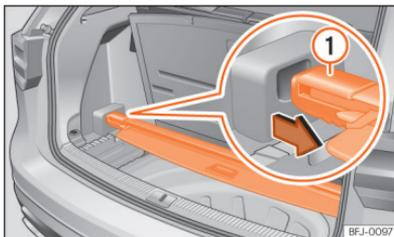

Abb. 195 Unter dem Gepäckraumboden: Gepäckraumabdeckung verstauen.
- Legen Sie die Gepäckraumabdeckung in die dafür vorgesehene Aufnahme >>> (Abb. 195).